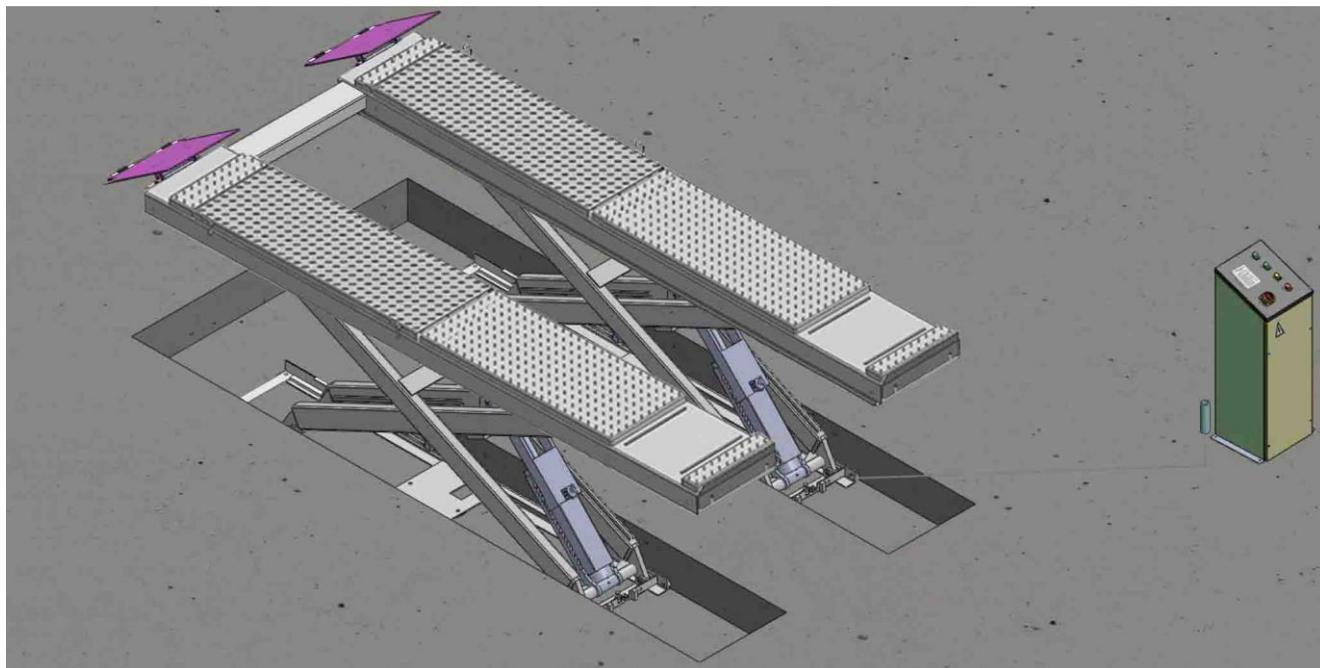

Рис. 9
2.3 Изображение **X400A (PX09A)** при заглубляемой установке (**Рис.9**).